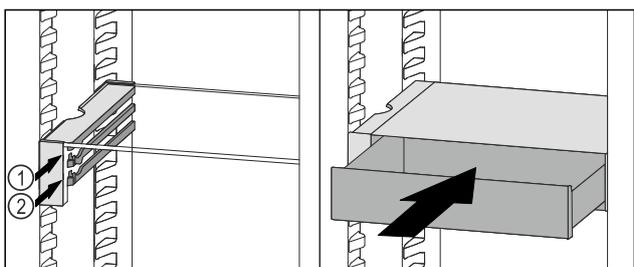

Fig. 140
- ▶ Placer le tiroir VarioSafe derrière les butées sur la nervure désirée Fig. 140 (1) ou Fig. 140 (2).